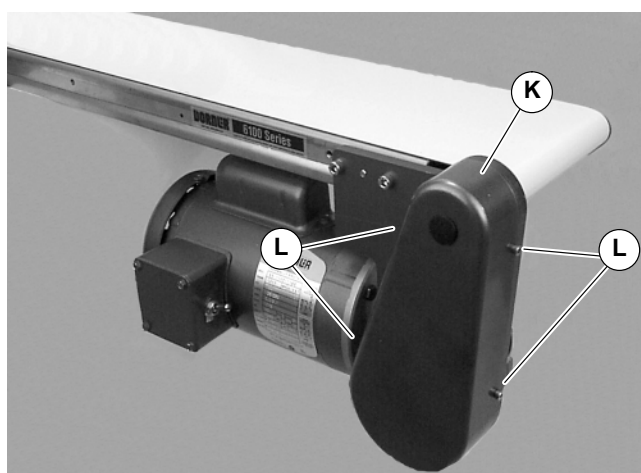

Abbildung 11
9. Die Abdeckung (K siehe Abbildung 11) mit vier (4) Schrauben (L) installieren. Die Schrauben mit 4 Nm festziehen.
1. Vier (4) Schrauben (L siehe Abbildung 11) entfernen und Abdeckung (K) abnehmen.
4. Die Abdeckung (K siehe Abbildung 11) mit vier (4) Schrauben (L) installieren. Die Schrauben mit 4 Nm festziehen.
6. Die Abdeckung (K siehe Abbildung 11) mit vier (4) Schrauben (L) installieren. Die Schrauben mit 4 Nm festziehen.